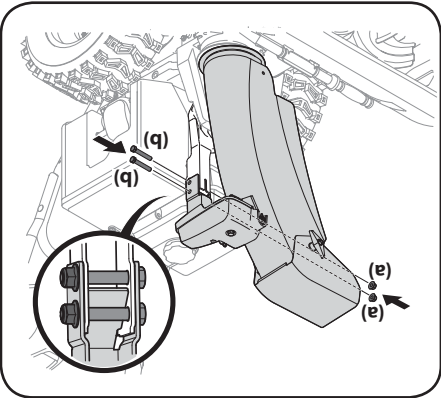

Figure 2-37
2. Placez la goulotte sur sa base et commande de la goulotte sur support. Voir la Figure 2-37.
3. Fixez la commande de la goulotte sur son support avec le contre-écrou (a) et la vis hex. (b) retirés à l'étape 1. Voir la Figure 2-37.